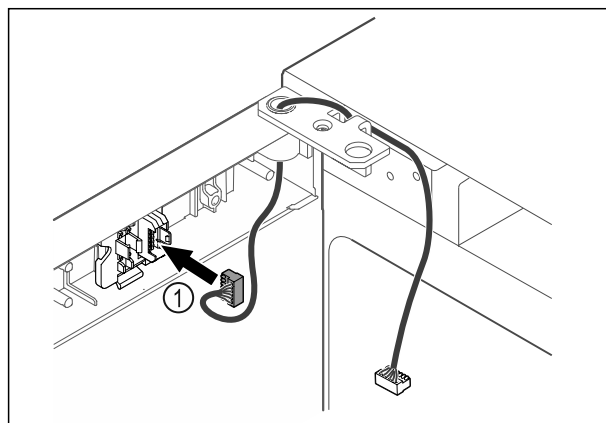

Fig. 48
- ▷ Sätt in kontakten Fig. 48 (1) i kontakthållaren.